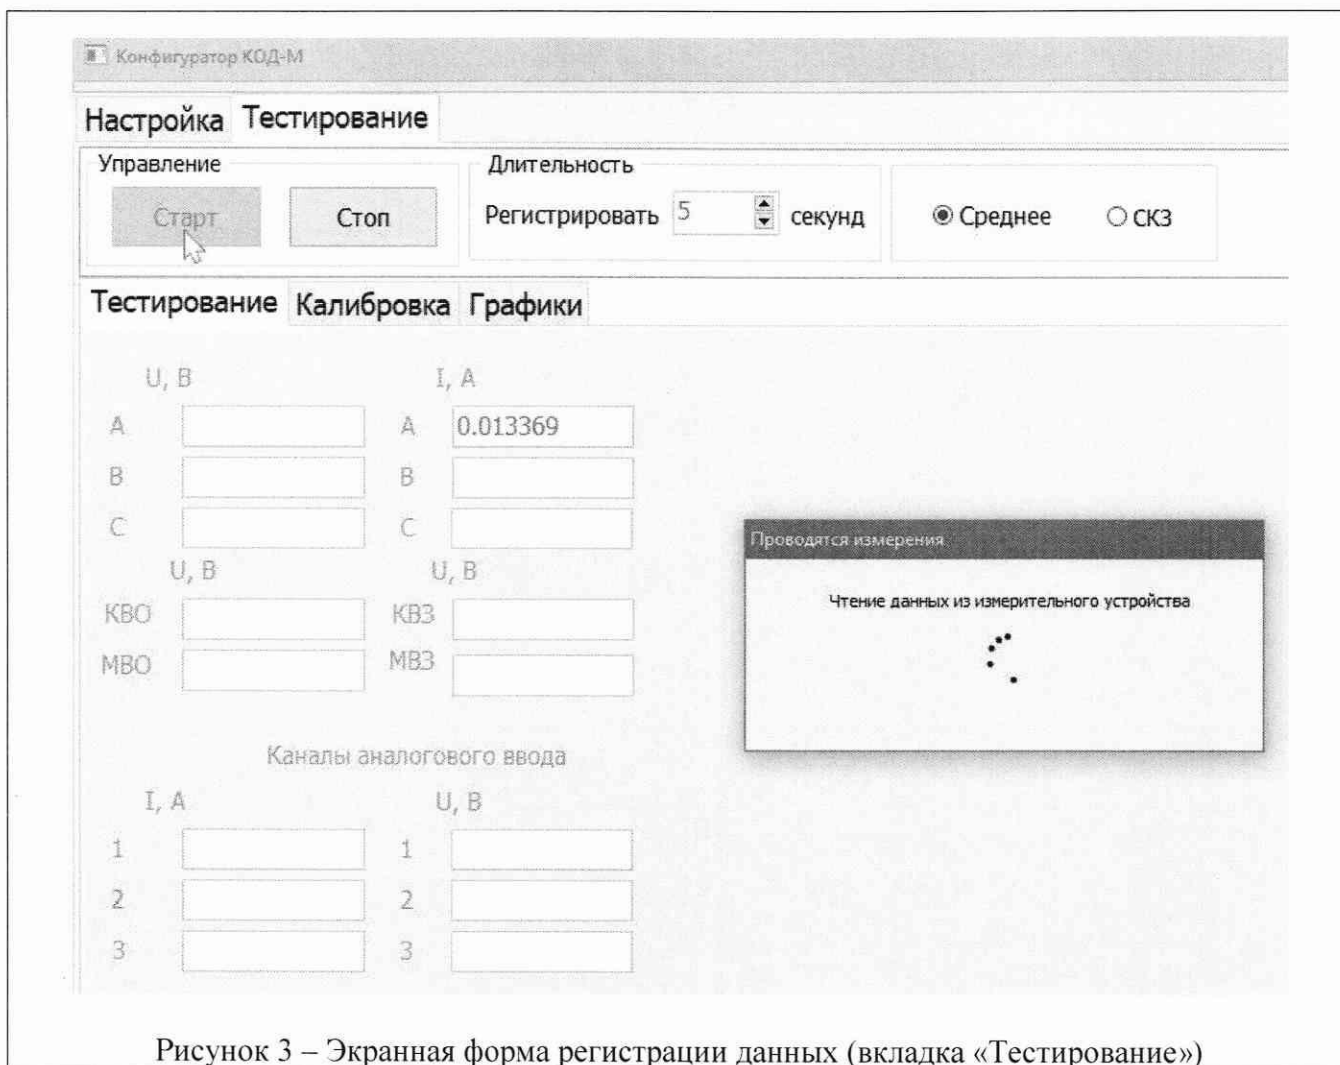

Рисунок 3 – Экранная форма регистрации данных (вкладка «Тестирование»)
Нажимать клавишу «Старт» в меню программы для измерения и регистрации установленных значений силы тока (см. рисунок 3).
10.2.5 На вкладке «Тестирование» установить длительность регистрации 5 секунд, выбрать «СКЗ» для регистрации среднеквадратичных значений сигнала (см. рисунок 3).
10.2.14 На вкладке «Тестирование» установить длительность регистрации 5 секунд, выбрать «СКЗ» для регистрации среднеквадратичных значений сигнала (см. рисунок 3).